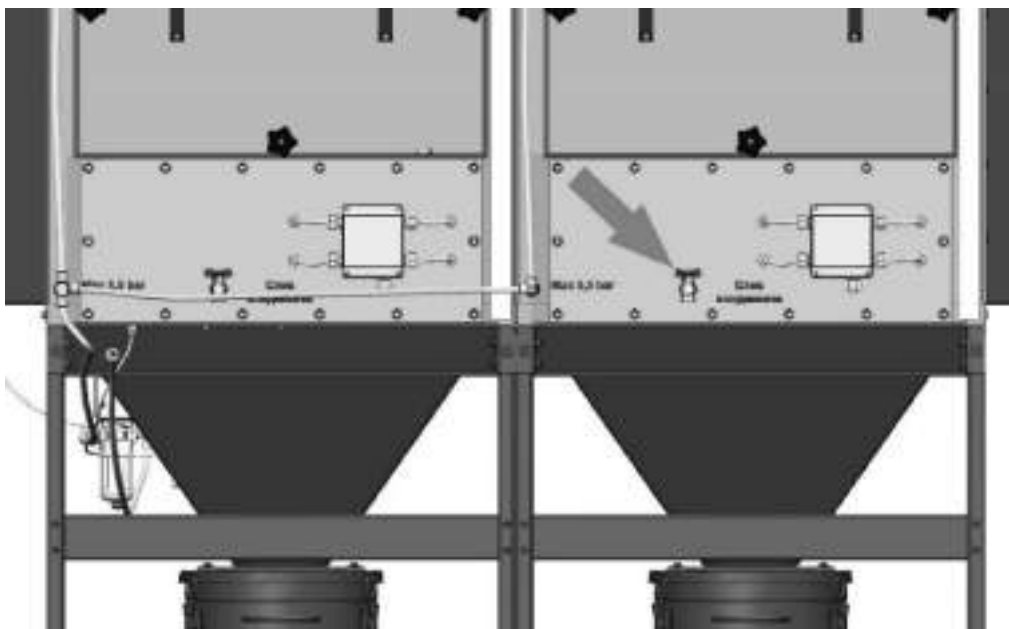

Рисунок 37
- 2) повернуть ручку крана слива конденсата нижнего модуля, произойдёт сброс воздуха всей системы фильтра (рисунок 37);